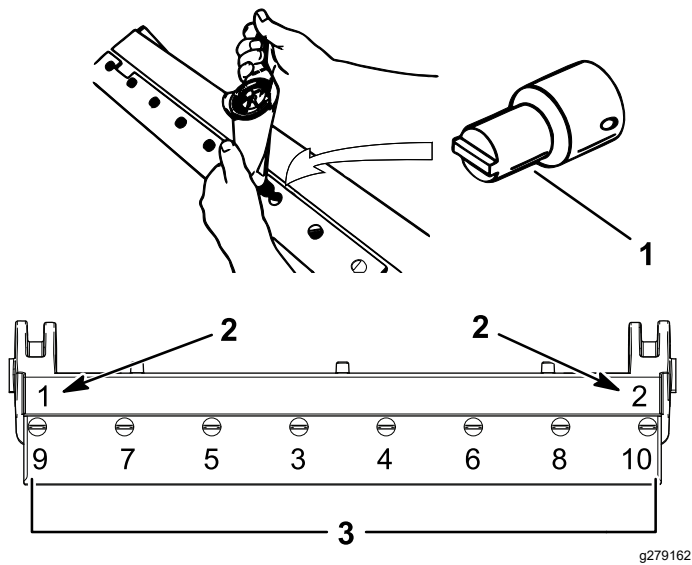

Bild 35
- A. Ziehen Sie die zwei äußeren Schrauben auf ein Drehmoment von 1 N·m an, siehe Bild 35.
- B. Fangen Sie in der Mitte des Untermessers an und ziehen Sie die Schrauben mit 23-28 N·m fest, siehe Bild 35.